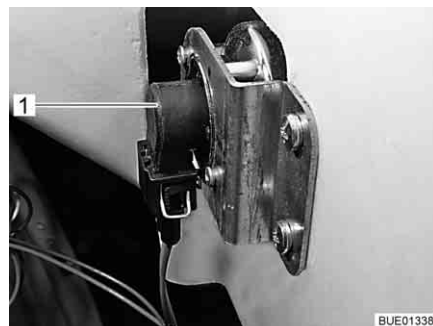

Fig. 260 Indicatore di direzione
- Afferrare dietro il supporto lampada (Fig. 260,1).